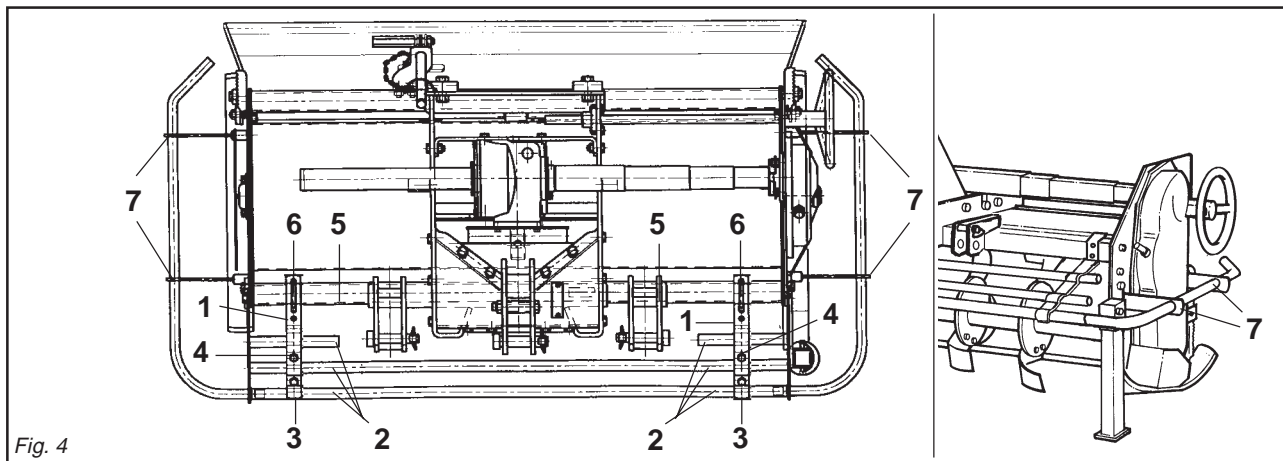

Fig. 4
- Il gruppo delle protezioni, composto dall'attacco (1 Fig. 4) che fa da fermo per i tubi (2 Fig. 4) bloccati dalla staffa (3 Fig. 4) e dalle viti (4 Fig. 4), è fissato al tubo quadro anteriore (5 Fig. 4) mediante i cavallotti (6 Fig. 4), e va posizionato uno a destra e uno a sinistra il più esternamente possibili.
- Lateralmente, su entrambe le fiancate, vanno fissate tramite le viti delle protezioni sagomate (7 Fig. 4).
- *The protection unit, consisting of the coupling (1 Fig. 4) that acts as a clamp for the pipes (2 Fig. 4) locked by the bracket (3 Fig. 4) and by the screws (4 Fig. 4), is fixed to the square front pipe (5 Fig. 4) by the U-bolts (6 Fig. 4) and should be positioned as far outwards as possible, one on the right and the other on the left.*
- *The shaped protections should be fixed laterally with screws to both the sides (7 Fig. 4).*
- Die Gruppe der Schutzvorrichtungen, die sich aus dem Anschluß (1 Abb. 4), der zur Arretierung für die Rohre (2 Abb. 4) dient, die durch den Bügel (3 Abb. 4) blockiert werden, und den Schrauben (4 Abb. 4) zusammensetzt, wird am vorderen Vierkantrohr (5 Abb. 4) mit den U-Bolzen (6 Abb. 4) befestigt. Eine davon ist rechts und eine links, so weit wie möglich außen anzubringen.
- Seitlich auf den beiden Seitenteilen sind die geformten Schutzteile (7 Abb. 4) mit Schrauben zu befestigen.
- Le groupe des protections, comprenant l'attelage (1 Fig. 4) qui sert de butée pour les tubes (2 Fig. 4) bloqués par la bride (3 Fig. 4) et par les vis (4 Fig. 4), est fixé au tube carré avant (5 Fig. 4) par des crampons (6 Fig. 4). Positionner une protection à droite et une à gauche, le plus possible à l'extérieur.
- Les protections galbées doivent être fixées latéralement, des deux côtés avec les vis des protections (7 Fig. 4).
- El grupo de las protecciones, compuesto por la conexión (1 Fig. 4) que funciona como bloqueo de los tubos (2 Fig. 4) bloqueados a su vez por el soporte (3 Fig. 4) y por los tornillos (4 Fig. 4), está fijado en el tubo cuadrado anterior (5 Fig. 4) mediante los pernos de U (6 Fig. 4) y debe ser emplazado uno a la derecha y uno a la izquierda lo más externamente posible.
- Lateralmente, sobre ambos lados, debemos fijar mediante los tornillos las protecciones molduradas (7 Fig. 4).